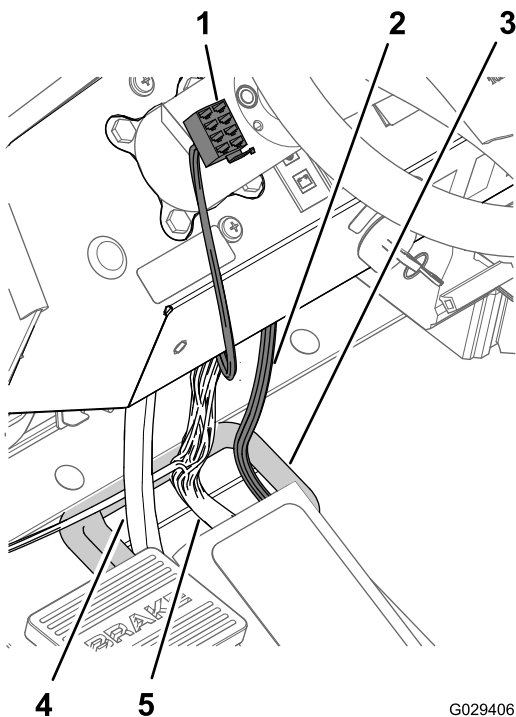

Figure 16
- Acheminez le connecteur à 8 douilles au bout de la branche tableau de bord de 240 cm en travers du tableau de bord et vers la gauche de la colonne de direction (Figure 16).